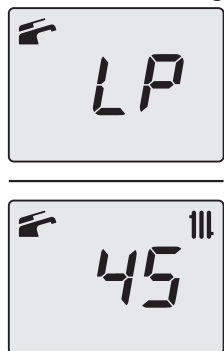

Figura 9.25
- Scorrere i vari parametri utilizzando i tasti 17 (indietro) o 19 (avanti) fino a far apparire sul display LCD le lettere **LP** che si alternano con il valore di temperatura dell'acqua di riscaldamento (es.**45**), indicanti l'entrata nell'attivazione della "funzione spazzacamino" alla potenza minima in sanitario (Figura 9.25).